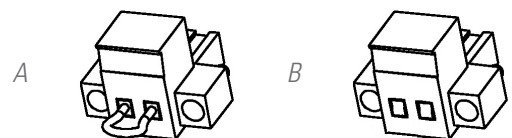

Fig. 14. Connecteur pour l'EPO externe.
- Au retrait du connecteur femelle de la prise où il est inséré. Ce connecteur a un câble connecté en mode pont qui ferme le circuit (voir Fig. 14-A).
- Ou en appuyant sur le bouton externe à l'équipement et appartenant à l'utilisateur et installé entre les bornes du connecteur (voir Fig. 14-B). La connexion dans le bouton poussoir doit être dans le contact normalement fermé -NC-, de sorte qu'il ouvrira le circuit lorsqu'il est actionné.